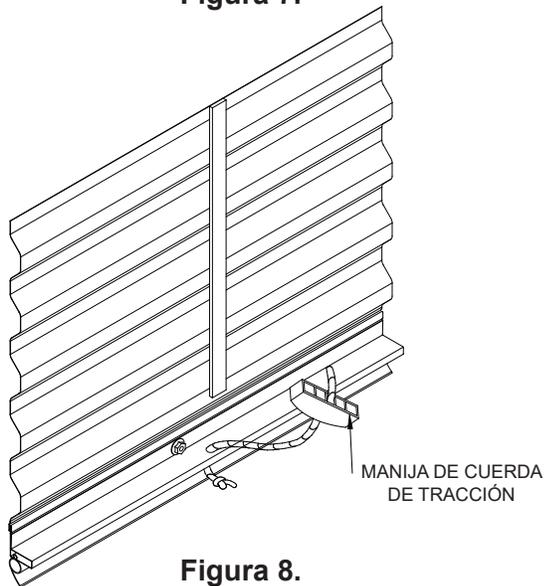

Figura 8.
9.1 Manija de cuerda de tracción: haga un nudo en un extremo de la cuerda. Deslice la manija de plástico por la cuerda y jale del nudo hacia la manija. Pase el otro extremo de la cuerda por el orificio en el centro del borde inferior de la puerta y haga otro nudo en el extremo para que la cuerda no se pueda salir. Véase la Figura 8.